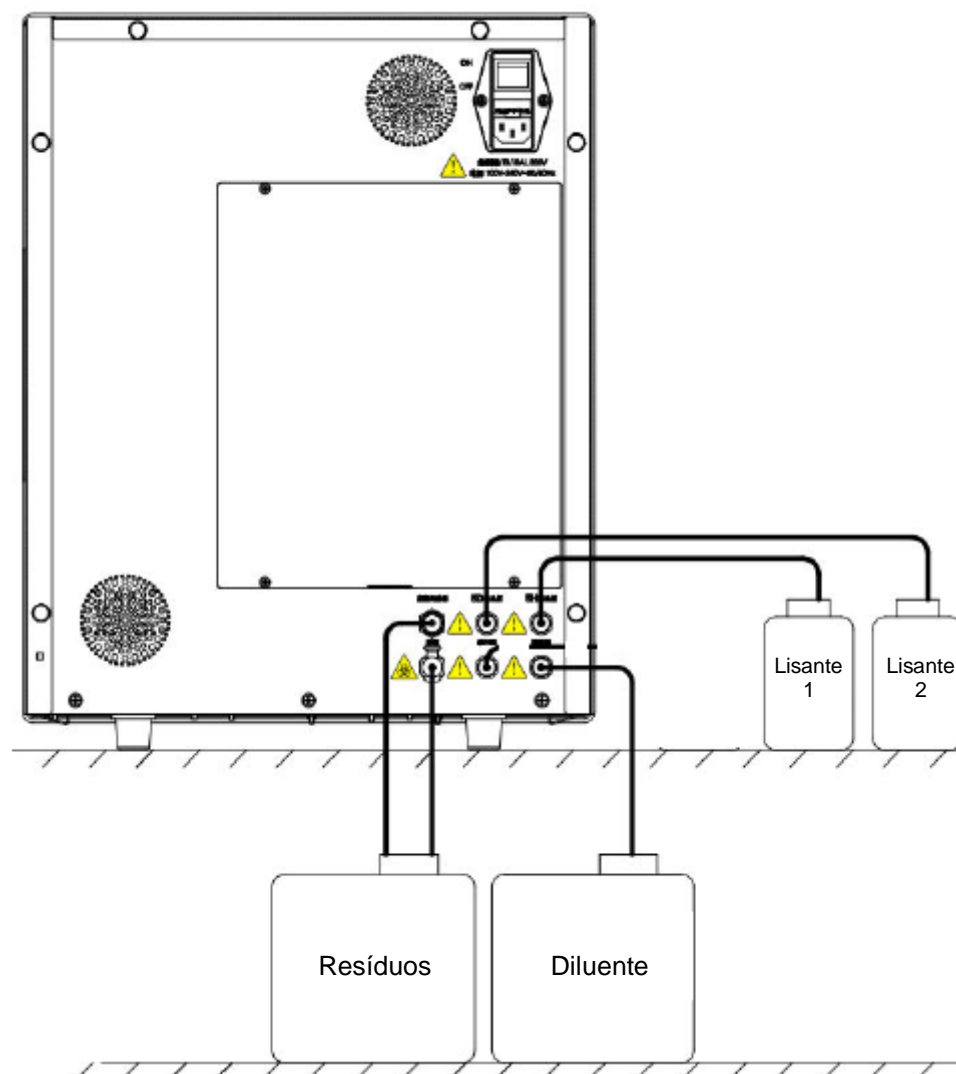

Figura 3-3: Diagrama esquemático do sistema de reagentes
- Conecte o frasco de diluente, frasco de lisante 1, frasco de lisante 2 e frasco de resíduos no analisador de acordo com a identificação na sua parte traseira, conforme mostrado na Figura 3-3;